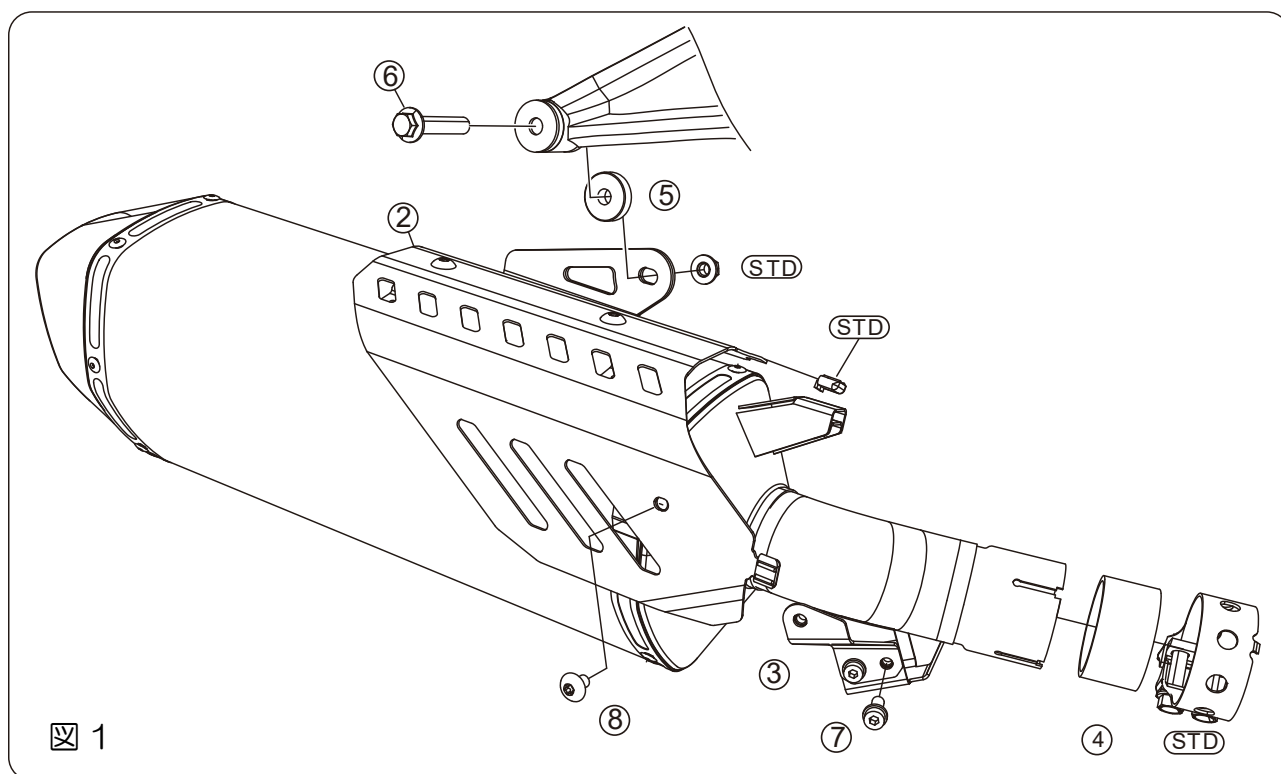

図 1
- STD[カバー-COMP,C,エキゾーストパイプ]へ[⑨エッジプロテクター]を取り付けます。（図 1）
- [②ヒートガード]へ STD[ラバープロテクター]を挿入し[⑧トルクスボルト M6x10]を使用して[①サイレンサー-COMP]へ取り付けます。（図 1）
- [①サイレンサー-COMP] へ[⑦フランジキャップボルト M6x10]を使用して[③ヒートガードステー]を仮止めします。（図 1）
- [①サイレンサー-COMP]差し込み部へ[④ガスケット]を挿入し、STD[バンドマフラー]を仮止めしておきます。（図 1）
- STD フロントパイプへ先に準備したサイレンサーを差し込み、[⑤カラー]、[⑥フランジボルト M8x55]、STD[ナット,フランジ]を使用して仮止めします。※この時[⑤カラー]はタンデムステップとサイレンサーステー部の間に挟み込むように使用します。（図.1）